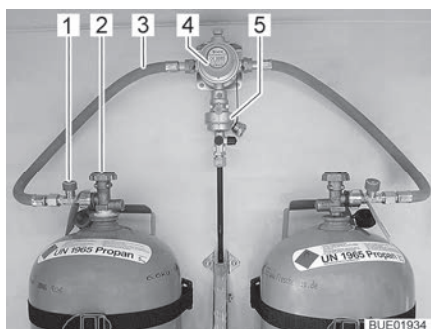
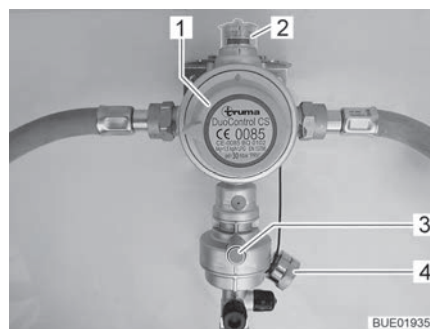
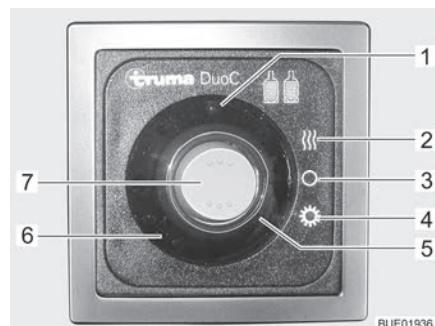

Bild 57 Gasflaskor med DuoControl
Bild 58 DuoControl-styrssystem
Bild 59 Kontrollenhet (DuoControl)
DuoControl-styrsystemet består av en omkopplingsventil (Bild 57,4) och en crashsensor (Bild 57,5). DuoControl-styrsystemet är monterat mellan gasslangarna (Bild 57,3) med slangbrottssäkring (Bild 57,1). Med vredet (Bild 58,1) på omkopplingsventilen ställer du in vilken gasflaska som ska användas som driftflaska och vilken som ska användas som reservflaska.
I fönstret (Bild 58,2) visas gasförsörjningens status:
Drift med bara en gasflaska är tillåten. Den öppna anslutningen måste dock förslutas med ett blindlock (Bild 58,4) i detta fall.
Crashsensorn stänger av gastillförseln vid kraftig vibration (t. ex. vid en krock). Crashsensorn aktiveras genom att trycka på den gröna resetknappen (Bild 58,3).
Slangbrottssäkringen (Bild 57,1) stänger av gasflödet om den anslutna slangen går sönder. Slangbrottssäkringen måste aktiveras genom att trycka på den gröna knappen.
Gastillförseln via DuoControl-styrsystemet slås på och av på kontrollenheten (Bild 59). Gasflaskornas huvudavstängningsventiler (Bild 57,2) och gasavstängningsventilerna på apparaterna måste öppnas för hand.
Sommar och vinterdrift ställs om med vipppkontakten (Bild 59,7) på kontrollenheten.
De två kontrolllamporna på kontrollenheten visar nivån i driftflaskan. När den gröna kontrolllampan (Bild 59,6) lyser är driftflaskan tillräckligt full. När den röda kontrolllampan (Bild 59,5) lyser är driftflaskan tom. Gasförsörjningen sker då med reservflaskan.
- Med vredet (Bild 58,1) på omkopplingsventilen väljs gasflaskan, som ska prioriteras (driftflaska). Vrid alltid vredet till stoppläget.
- Öppna huvudavstängningsventilerna (Bild 57,2) på gasflaskorna.
- Tryck på den gröna knappen på slangbrottssäkringen (Bild 57,1). I fönstret (Bild 58,2) visas den gröna markeringen.
- Slå på DuoControl-styrsystemet på kontrollenheten (Bild 59). Ställ för detta vipppkontakten (Bild 59,7) på vinterdrift (Bild 59,2) eller på sommar-drift (Bild 59,4). Den gula kontrolllampan avfrosth (Bild 59,1) lyser när vinterdrift väljs.
- Ställ vipppkontakten (Bild 59,7) i läge AV (Bild 59,3). Kontrolllampan släcks.
- Stäng huvudavstängningsventilerna (Bild 57,2) på gasflaskorna.
Om den gröna kontrolllampan (Bild 59,6) slocknar under drift och den röda kontrolllampan (Bild 59,5) tänds är driftflaskan tom och måste bytas ut. I fönstret (Bild 58,2) visas den röda markeringen. Gasförbrukarna försörjs med gas från reservflaskan.
- Vrid vredet (Bild 58,1) ett halvt varv i riktning mot den gasflaska som används för tillfället. Då blir denna gasflaska driftflaska och den tomma flaskan blir reservflaska. Markeringen i fönstret (Bild 58,2) växlar från rött till grönt.
- Stäng huvudavstängningsventilen (Bild 57,2) på den tomma gasflaskan. Beakta pilriktningen.
- Tryck på den gröna knappen på slangbrottssäkringen (Bild 57,1).